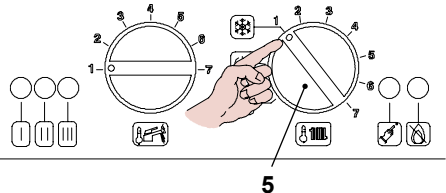

Figura 9.17
- Quindi riposizionarlo in richiesta Riscaldamento/sanitario Figura 9.17.